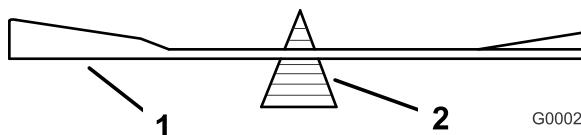

**Figura 74**
1. Afile el filo de corte en ambos extremos de la cuchilla (Figura 74). Mantenga el ángulo original. La cuchilla permanece equilibrada si se retira la misma cantidad de material de ambos bordes de corte.